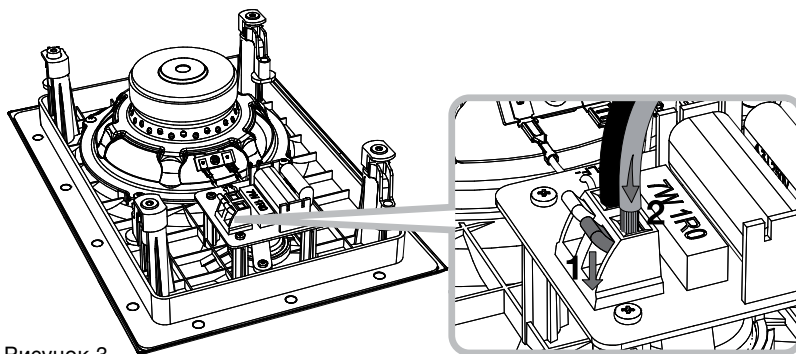

Рисунок 3
**4.3** А теперь подсоедините колоночные кабели к пружинным разъемам на плате кроссовера. Убедитесь, что полярность подключения правильная: плюсовой разъем на усилителе должен быть соединен с красной клеммой на колонке. Аналогично, кабель, подсоединенный к минусовому разъему на усилителе, должен быть соединен с черной клеммой на АС. На Рис. 3 проиллюстрировано подсоединение кабелей.